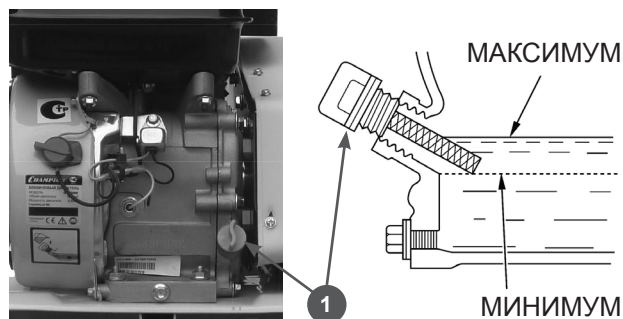

Рис.9
2. Снимите крышку/щуп маслозаливного отверстия (1) Рис.9